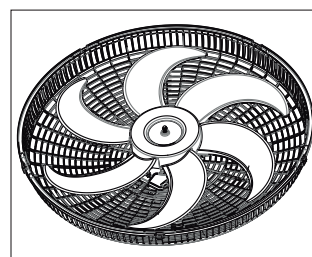

Figura 06
7. Rosquear a porca da hélice no eixo, girando-a no sentido anti-horário até encostar a superfície da porca da hélice (Ver figura 06).